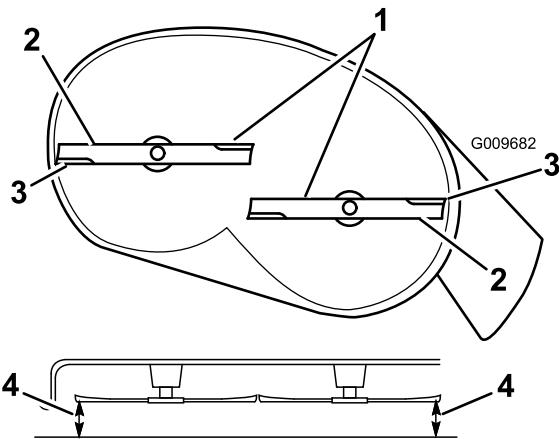
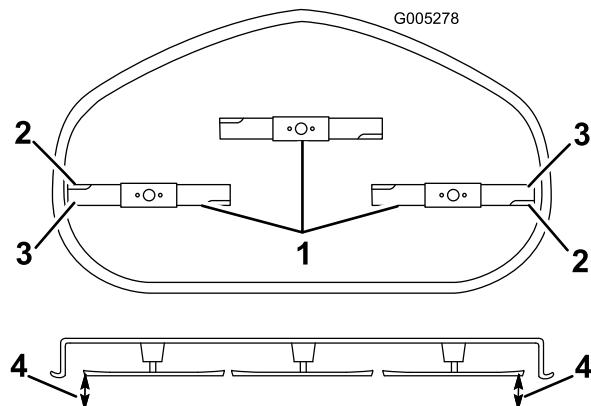

Figura 60
Figura 61
4. Girate con cautela la(e) lama(e) in modo che sia(no) disposta(e) lateralmente (Figura 60 e Figura 61).
5. Misurate la distanza tra i taglienti esterni e la superficie piatta (Figura 60 e Figura 61). Se entrambe le misure non rientrano nella tolleranza di 5 mm è necessario regolare; proseguite l'operazione.